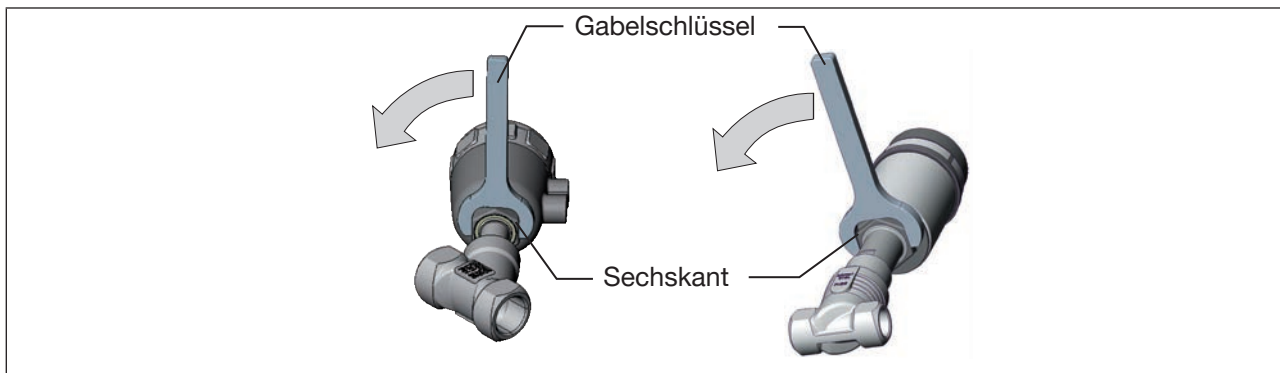

Bild 30: Drehen mit Gabelschlüssel
► Das Antriebsmodul nur im vorgegebenen Richtungssinn drehen (siehe „Bild 30“).